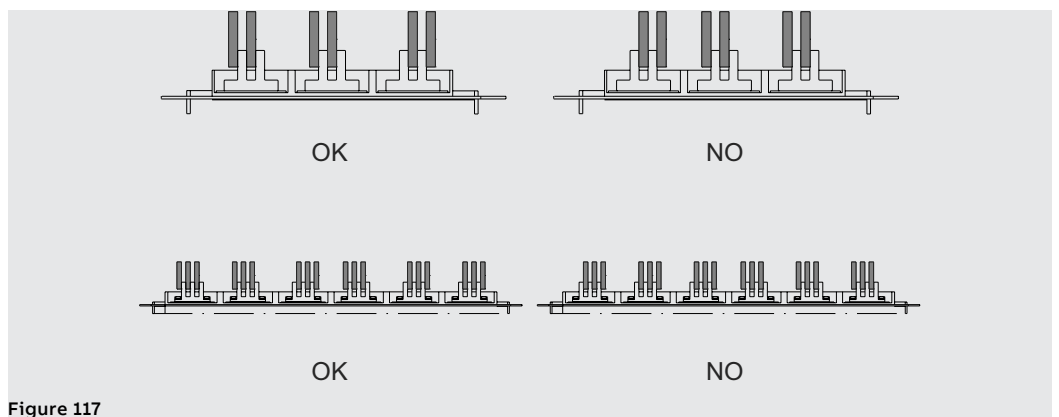

Figure 117
- Garantir que, en fonction du nombre de barres et de queues de la prise, les barres des phases latérales soient le plus loin possible des barres de la phase centrale. Voir exemple Figure 117.